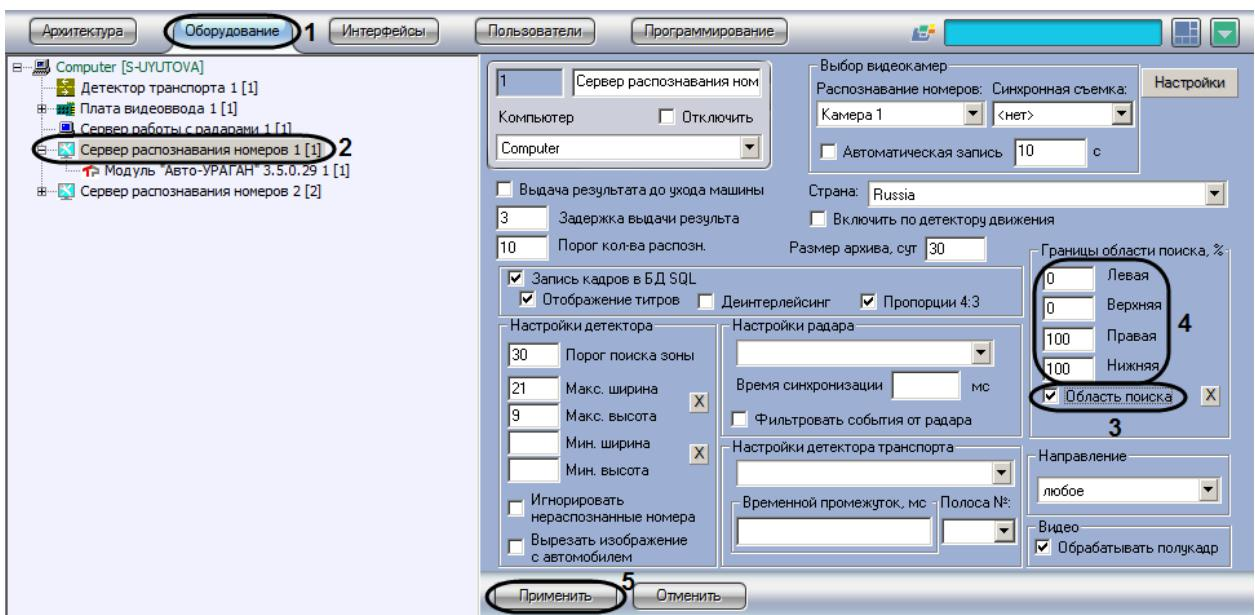

Рис. 7.2—22. Указание границ зоны поиска номерного знака
1. В диалоговом окне «Настройка системы» перейти на вкладку «Оборудование» (Рис. 7.2—22, 1).
2. В дереве объектов на вкладке «Оборудование» выбрать объект «Сервер распознавания номеров», соответствующий активированному программному модулю «Авто-УРАГАН 3.5.0.29», «CARMEN-паркинг», «CARMEN-Авто», «ACCR» или «VIT» (см. раздел «Активация программного модуля, используемого для распознавания номеров», Рис. 7.2—22, 2). В правой части вкладки «Оборудование» отобразится панель настройки выбранного объекта.
3. Установить флагок «Область поиска» для активации функции указания границы зоны поиска номерного знака транспортного средства в кадре видеоизображения (см. Рис. 7.2—22, 3).
4. В полях «Левая», «Верхняя», «Правая», «Нижняя» задать значения границ зоны поиска номерного знака транспортного средства в кадре видеоизображения (см. Рис. 7.2—22, 4). Значения в полях «Левая», «Верхняя», «Правая», «Нижняя» выражаются в процентах относительно размеров окна видеонаблюдения.